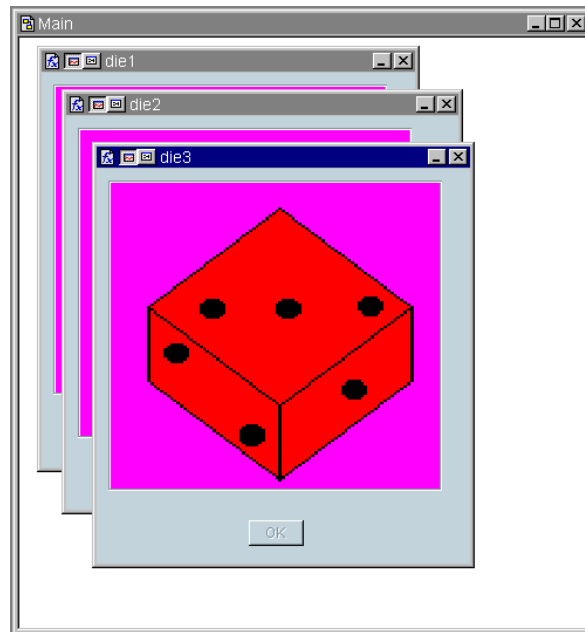

図 8-19. Dice Program の初期段階
6. die1 のオブジェクト・メニューで [Clone] を選択し、UserFunction のクローンを2つ作成します。新しい UserFunction は、自動的に die2 および die3 として表示されます。ピクチャ・オブジェクトをそれぞれ die2.gif と die3.gif に変更します。名前とビットマップを除いて、新しい関数のすべての設定が必ず die1 と一致するように設定します。プログラムは図 8-19 のように表示されます。関数ウィンドウをアイコン化します。